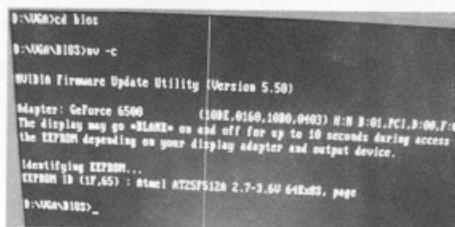

图 5-36 检测到显卡
(10) 使用“nv -c”命令检查，正常显示 GPU 和 BIOS 信息，如图 5-36 所示，说明 MATS 测试全部通过。